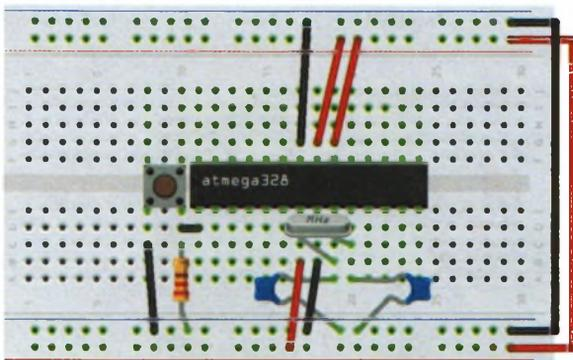

РИСУНОК 25.9
9. Установите кнопку на макетную плату слева от микросхемы АТмега так, чтобы перекрыть канавку. Используя перемычки, подключите нижний правый контакт кнопки к контакту 1 микроконтроллера АТмега, а нижний левый контакт — к контакту GND, как показано на рис. 25.9. Подключите резистор с сопротивлением 220 Ом к нижнему правому контакту кнопки, а другой контакт этого резистора — к шине заземления. Эта кнопка будет выполнять функцию сброса.